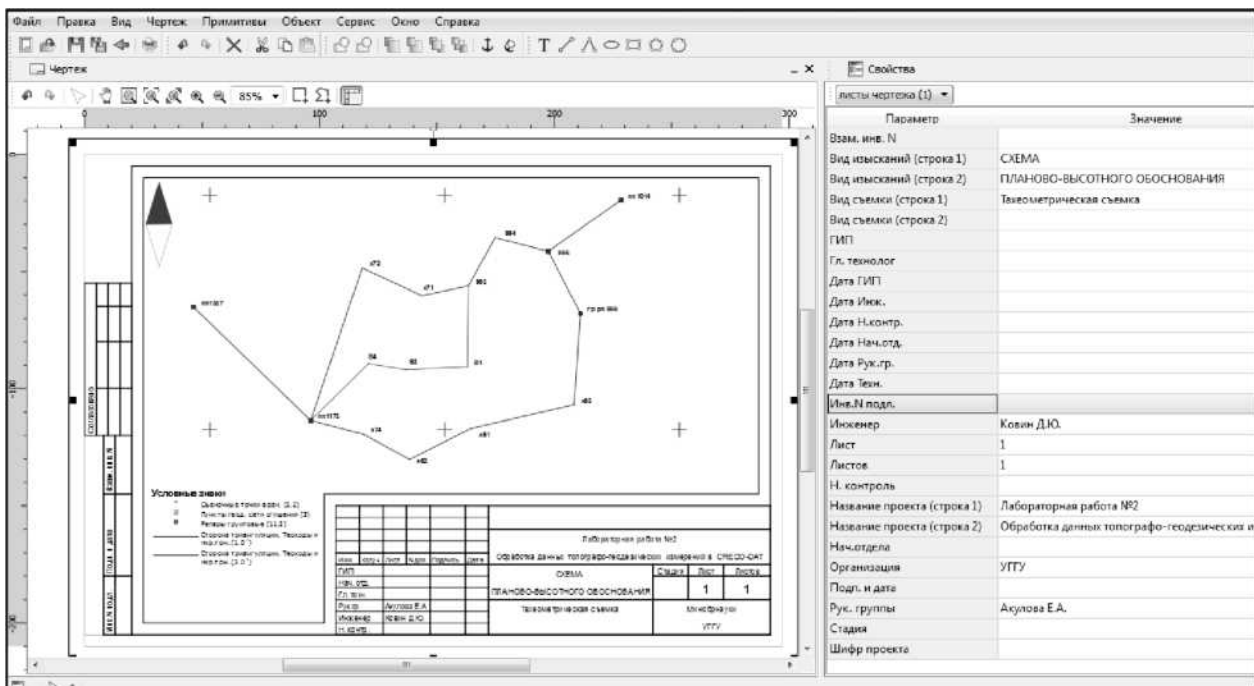

Рис. 11.7
7. Вставьте в чертeж легенду. Для этого выберите пункт Правка/Вставить объект/Легенда. В окне Свойства уточните значения параметров различных элементов чертeжа (рис. 11.7).